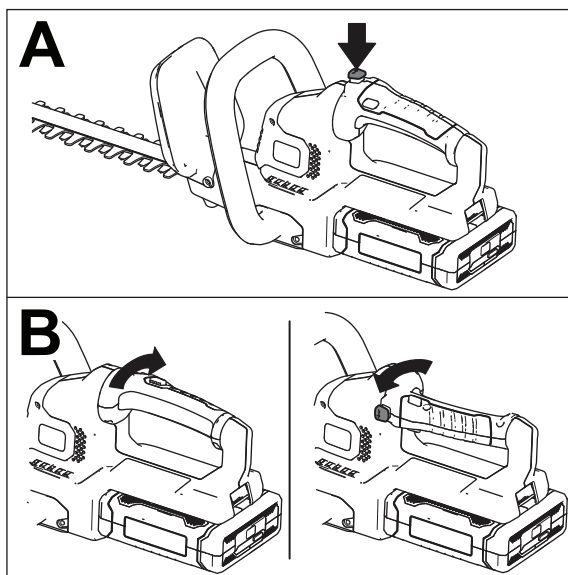

Figure 5
1. Appuyez de manière prolongée sur le bouton de verrouillage de la rotation (encadré A de la Figure 5).
2. Tournez la poignée de 90° vers la droite ou la gauche selon le sens de coupe recherché, puis relâchez le bouton de verrouillage de la rotation pour bloquer la poignée à la position voulue (encadré B de la Figure 5).